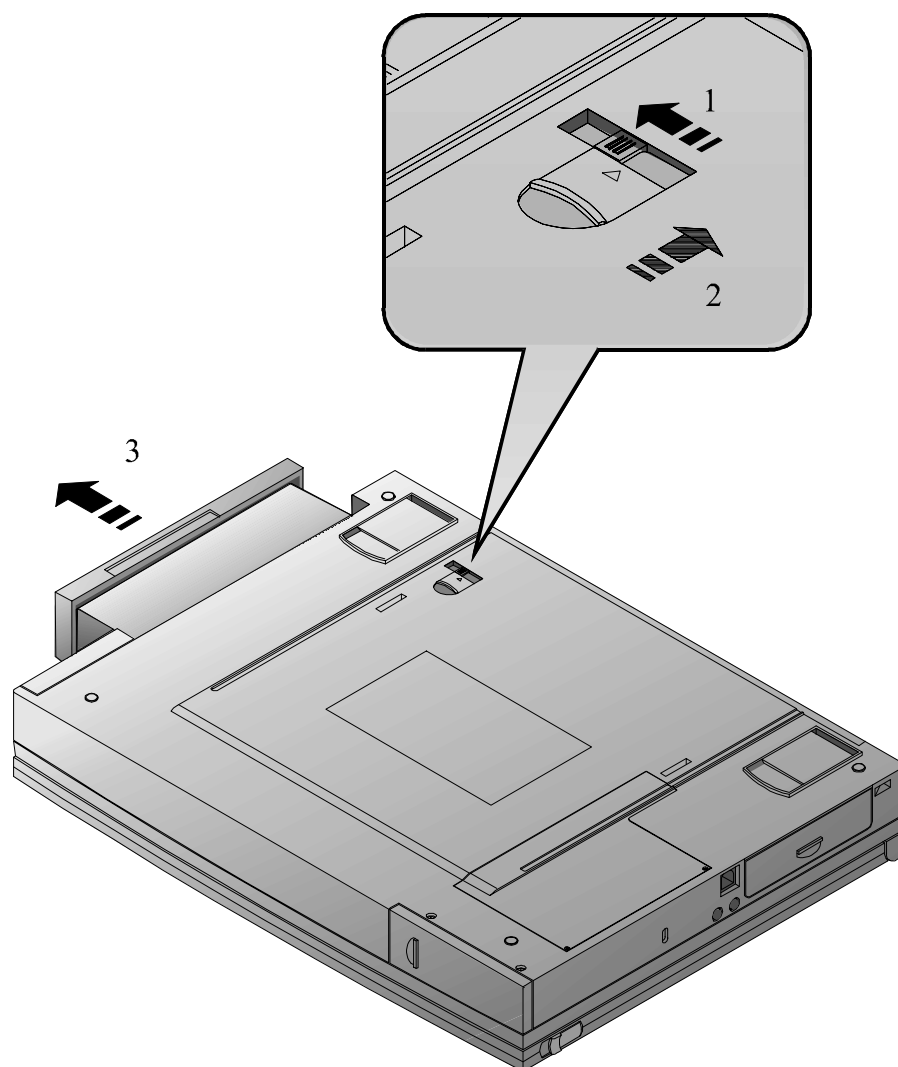

Figura 6-3: Rimozione di un modulo dall'alloggiamento di espansione
1. Spingere il pulsante di blocco nella direzione della freccia, come illustrato al passo 1 della figura 6-3. Così facendo si sblocca il dispositivo di rilascio del modulo.
2. Spingere e tenere il dispositivo di rilascio del modulo nella direzione della freccia come illustrato al passo 2 della figura 6-3.
3. Tenendo il dispositivo di rilascio del modulo in questa posizione, estrarre il modulo dall'alloggiamento di espansione. Si veda il passo 3 nella figura 6-3.